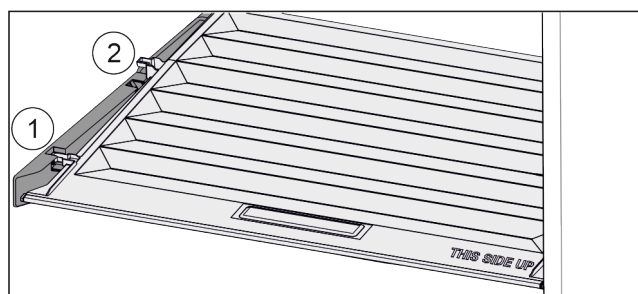

Fig. 142
- ▶ Tirare in avanti il coperchio fino all'apertura nei fermi Fig. 142 (1).
- ▶ Sollevare posteriormente dal basso e togliere verso l'alto Fig. 142 (2).